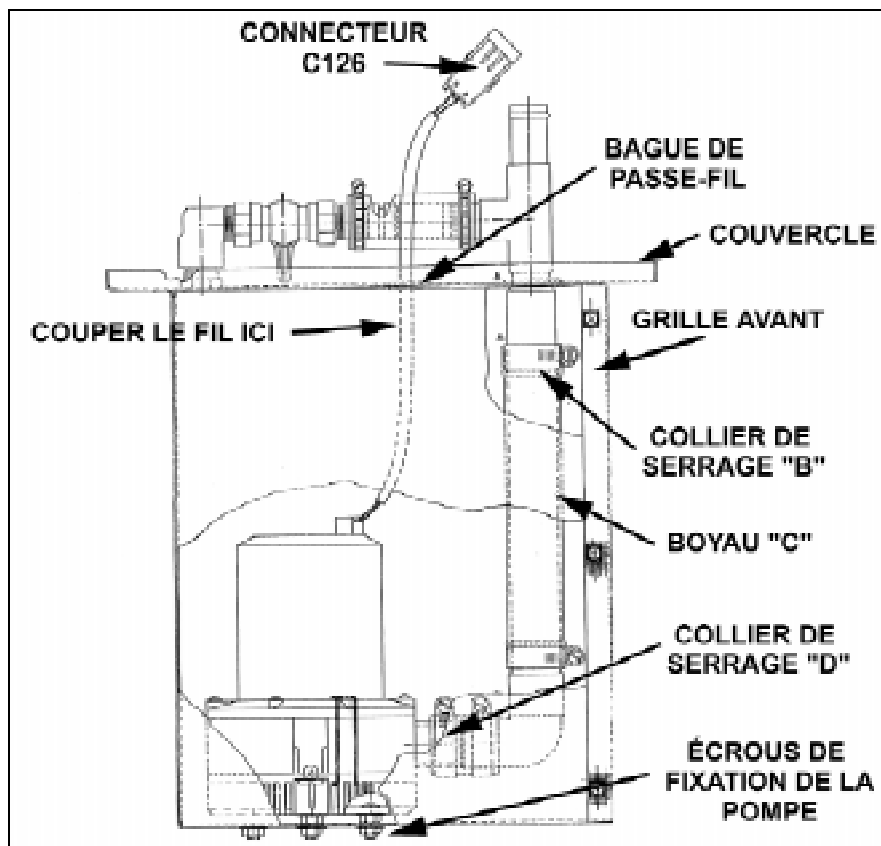
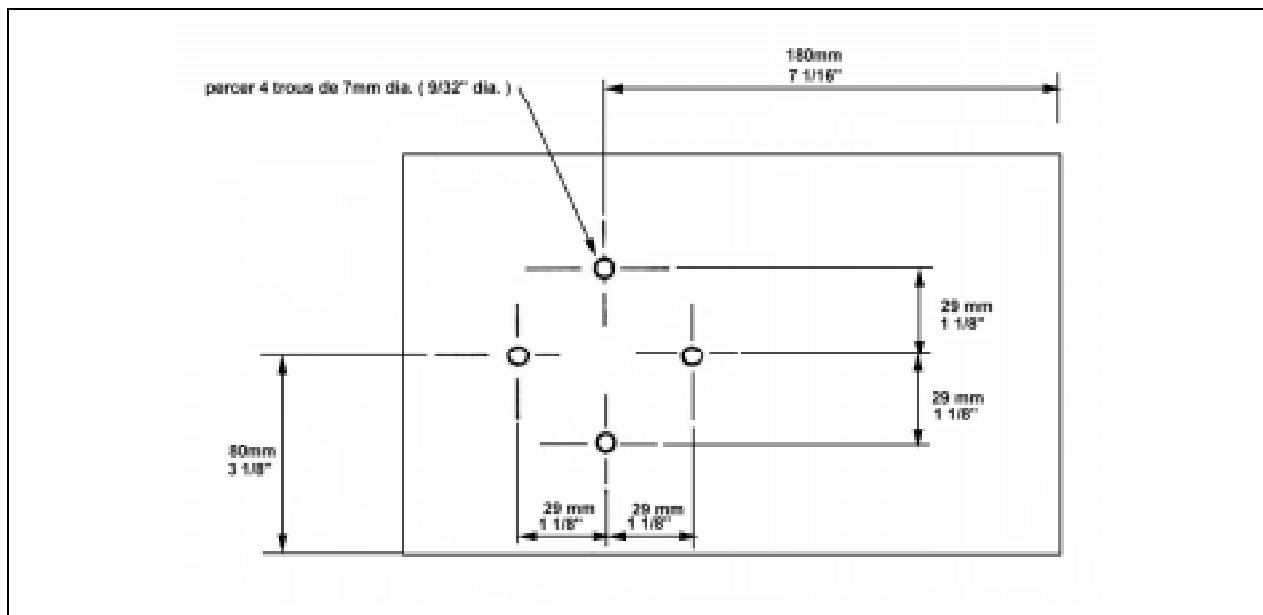

FIGURE 4 : DÉTAIL DE LA BOÎTE DE POMPE
FIGURE 5 : VUE DU FOND DE LA BOÎTE DE POMPE ET POSITION DES PERÇAGES
10. Avec un tournevis, enlever la grille avant de la boîte de pompe (figure 4).
11. Desserrer le collier de serrage "B" et déconnecter le boyau "C" du raccord (figure 4).
12. Couper le fil d'alimentation électrique de la pompe sous le couvercle de la boîte (figure 4).
13. Avec un tournevis plat, enlever la bague de passe-fil en caoutchouc du couvercle (figure 4).
14. Enlever le couvercle de la boîte (figure 4).
15. Enlever la pompe en dévissant les 4 écrous de fixation à sa base (figure 4).
16. Desserrer le collier de serrage "D" à la sortie de la pompe et déconnecter la section de boyau flexible (figure 4).
17. À l'aide du socle rouge de la nouvelle pompe, marquer la position des perçages au fond de la boîte ou utiliser le schéma de la figure 5. Percer 4 trous de 7mm(9/32") de diamètre. Il est important de bien centrer le socle de la pompe sur le fond de la boîte. Orienter le socle de façon à ce que la sortie de la pompe soit orientée tel que sur la figure 4.
19. Reconnecter la section de boyau à la sortie de la pompe et serrer le collier de serrage "D" (figure 4).
22. Placer la nouvelle bague de passe-fil en caoutchouc au trou du couvercle, insérer le fil électrique d'alimentation de la pompe et appliquer du Sikaflex 221 ou un autre type de silicone pour rendre étanche (figure 4).
23. Reconnecter le boyau flexible "C" au raccord et serrer le collier de serrage "B" (figure 4).
24. Remettre la grille avant de la boîte de pompe (figure 4).